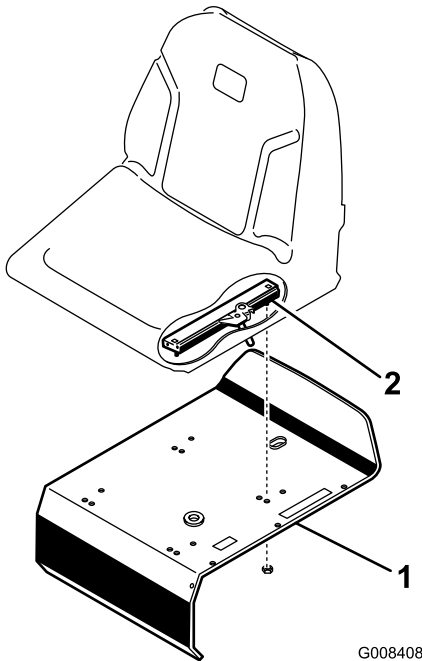

Figure 4
3. Fixez le siège, le panneau de siège et les glissières du siège au support de siège avec les contre-écrous (5/16") (Figure 4) fournis avec les pièces détachées.